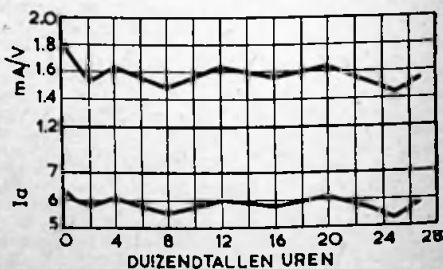

Fig. 1. LEVENSLIOP VAN 12 KLEINE H-F PENTHODEN met 250 V op de plaat, 180 V schermroosterspanning en -5,5 V n.rsp.
**Klasse 2.** Buizen uit deze Klasse hebben naar het schijnt het „eeuwig leven”. Er zijn al vele gevallen van meer dan 30.000 bedrijfsuren. Fig. 1 toont het gemiddelde gedrag van een dozijn h-f penthoden met 3 Watt kathodes, waarvan de beproeving nog steeds voortduurt. Na een geringe terugval in de eerste 2000 uur is er geen noemenswaardige verandering meer.